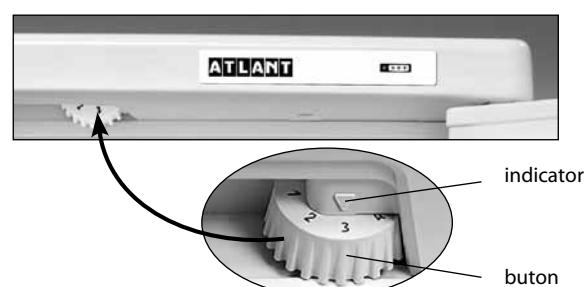

Figura 3 – Reglarea temperaturii
1.5 Elementul de reglare a temperaturii din frigider, în conformitate cu Figura 3 este butonul de reglare a temperaturii (numit în continuare – buton), care se află sub masca frigiderului. Butonul se rotește în sensul acelor de ceasornic sau în sensul contrar al acestora și are diviziuni numerice. Diviziunea "1" corespunde celei mai joase setări de temperatură (răcire minimă) în camera frigorifică, diviziunea "7" – celei mai înalte setări de temperatură (răcire maximă). Pentru a regula temperatura, fixați diviziunea butonului sub indicator.
Deschideți ușa CF și fixați sub indicator diviziunea "2" a butonului. Închideți ușa CF. Pentru setarea temperaturii optimale pentru păstrarea produselor în camera frigorifică, efectuați reglarea cu ajutorul butonului în conformitate cu figura 3. În cazul dacă după ajustarea sau schimbarea condițiilor de exploatare compresorul a început să funcționeze continuu, este necesar de a roti rola în direcția reducerii decalajului digital până când se fixează cu clic în termostat. După ajustare temperatura în frigider se menține în mod automat.